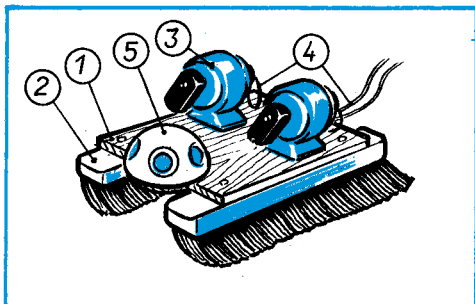

Рис. 105. Космическая танкетка.
**Космическая танкетка** (рис. 105). Вместо колес у этой машины установлены капроновые щетки для чистки одежды. Поэтому и названа она щеткоходом.